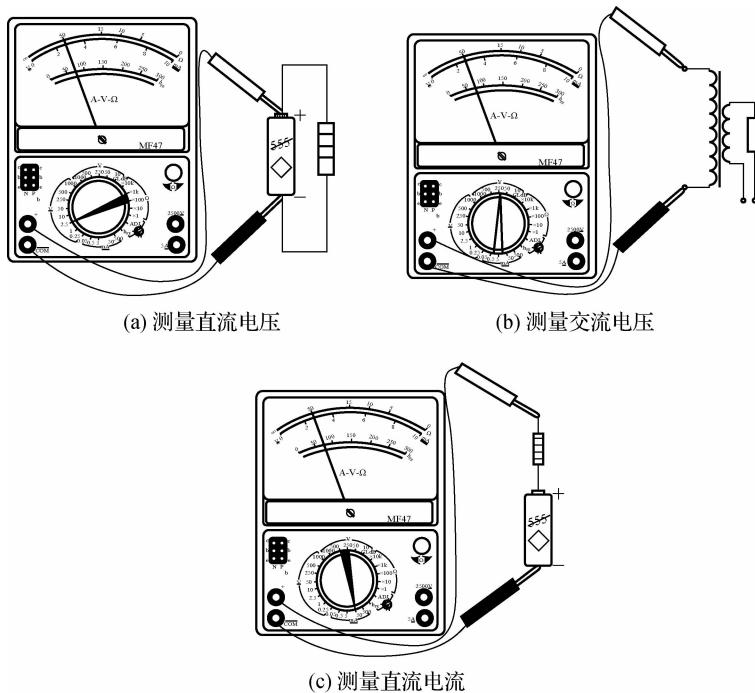

图 1-11 指针式万用表测量电压、电流的方法
(2)指针式万用表测量直流电压的方法如图 1-11(a)所示。具体步骤如下：
①先将量程转换开关拨到直流电压挡位范围内，根据估算电压值选择适当的量程，若不知道被测电压的值，应先用最高挡测出大约值后，再选择合适的挡位来测量，以免表头指针偏转过度而损坏表头。
②万用表并联在被测电路中，红表笔接被测电路高电位端，黑表笔接低电位端。
③读出测量值， $\text{电压值} = \text{V(mV)} / \text{格} \times \text{格数}$ 。
(3)指针式万用表测量交流电压的方法如图 1-11(b)所示。具体步骤如下：
①先将量程转换开关拨到交流电压范围内，根据估算电压值，选择适当的量程。
②两表笔分别并联到被测电路的两端，与测量直流电压不同的是，红、黑表笔可任意接被测电路两端。
(4) 指针式万用表测量直流电流的方法如图 1-11(c)所示。具体步骤如下：
①先将量程转换开关拨到直流电流范围内，根据估算值选择量程，若不知道被测电流的大约值，应先用最高挡测出大约值后再选择合适的挡位来测量。
②测量时应将万用表串联在被测电路中，正负极必须正确，红表笔接电流流入端，黑表笔接电流流出端。